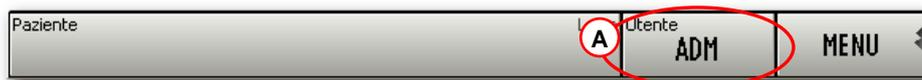

Fig 8 – Utente Connesso
Una volta effettuato l'accesso una sigla corrispondente all'utente connesso appare sul pulsante **UTENTE** della barra di controllo (la sigla è "ADM" in Fig 8 A).
- Il pulsante **UTENTE** (Fig 15 B) riporta la sigla corrispondente all'utente connesso. Si veda la Fig 8.